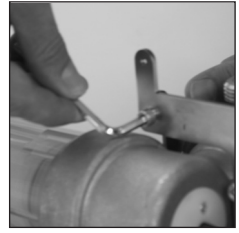

Imagen 4
- Afloje el soporte de montaje y retírelo (véase imagen 4).